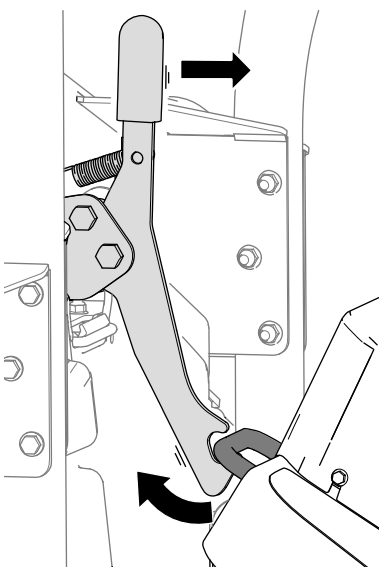

Figura 41
1. Eliberai elementul de fixare al unității de tăiere din suportul de legare (Figura 41) rotind unitatea de tăiere ușor în față (consultai Figura 39) și trăgând spre față mânerul elementului de fixare.